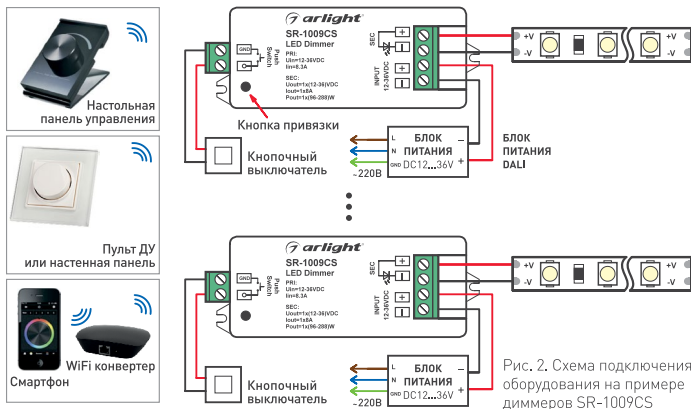

Рис. 2. Схема подключения оборудования на примере диммеров SR-1009CS
3. Подключите источники питания, диммеры или контроллеры и светодиодную ленту (подробнее, см. инструкции к используемому оборудованию). Пример подключения диммеров приведен на Рис. 2.